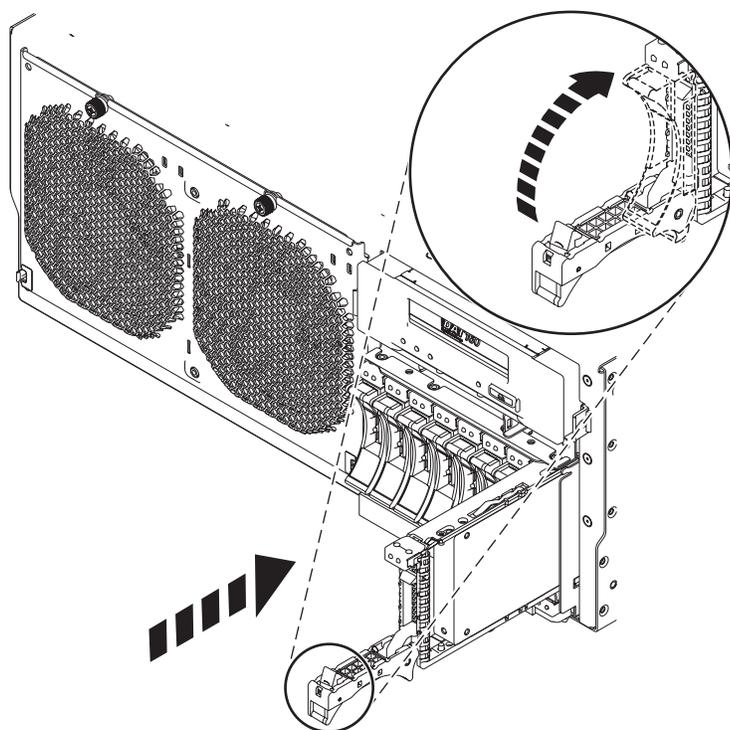

Figure 34. Remplacement d'une unité de disque ou d'une unité SSD dans l'unité centrale
6. Faites glisser complètement l'unité de disque ou l'unité SSD dans l'unité centrale ou dans une unité d'extension, et poussez la poignée de l'unité (A) jusqu'à ce qu'elle s'enclenche, comme indiqué dans la figure 34.